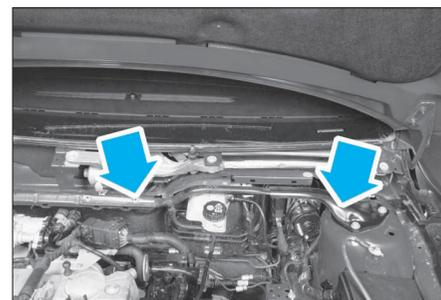

FIG. 57
- le renfort de support supérieur de l'ensemble jambe de suspension, côté gauche (Fig.57).